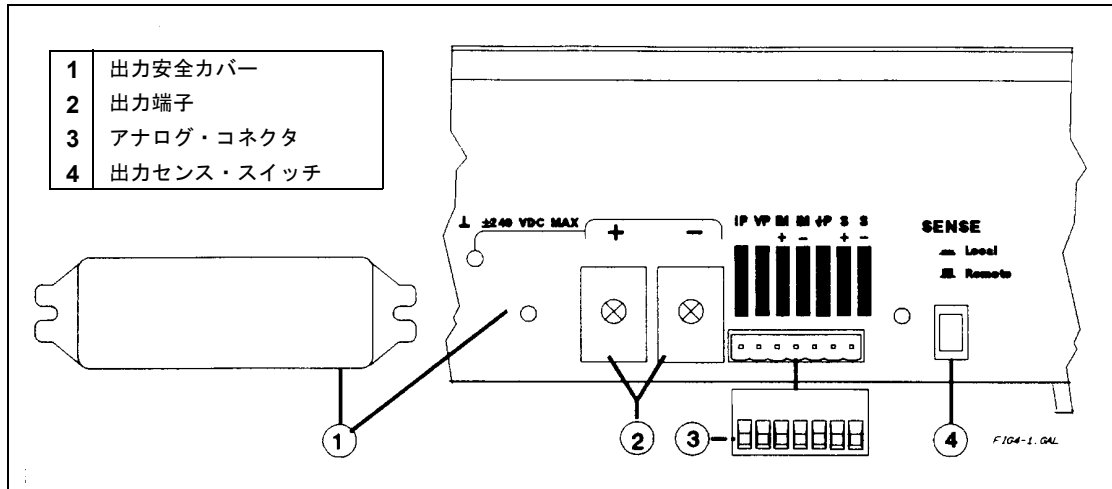
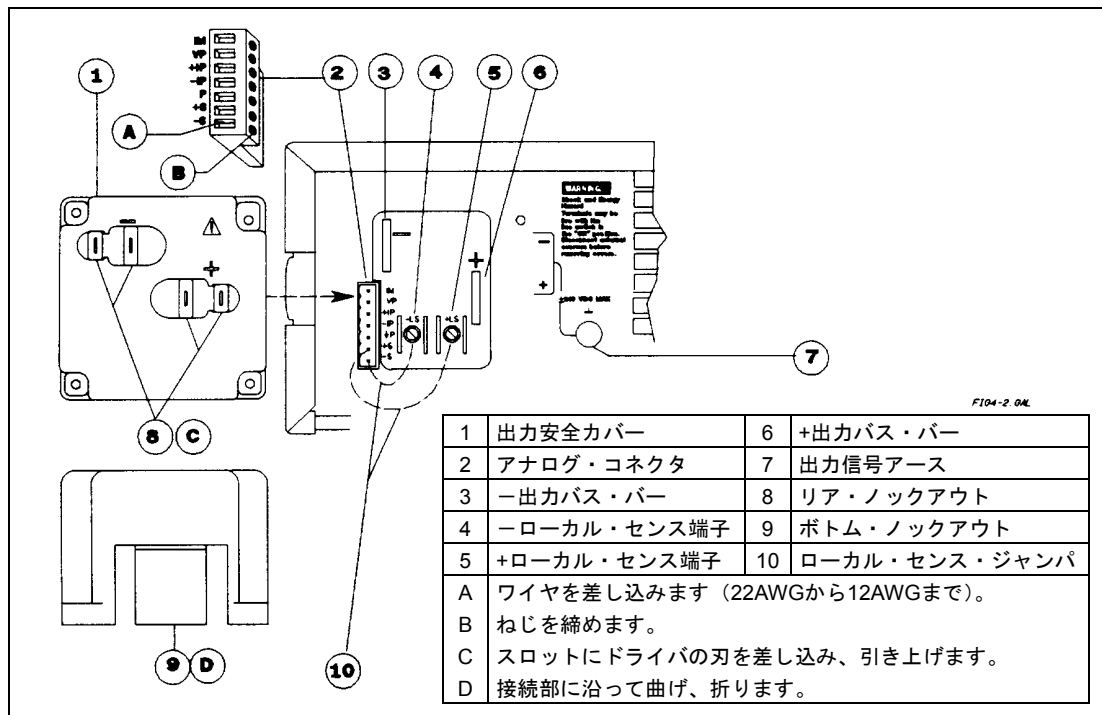

図4-1. シリーズ654xAおよび655xAのリア・パネル接続
図4-2. シリーズ657xAのリア・パネルの接続
+および-の負荷の接続はリア・パネルで行います。機種（図4-1または図4-2参照）により異なりますが、端子かあるいはねじ込み式のバス・バー（+および-）で負荷と本器を接続します。手順は以下のとおりです。
- カバー・ロックアウトを一つ以上取り外し、出力安全カバーに適当な穴をあけます（図4-2参照）。
リア・パネルには取り外しの簡単なプラグの付いた7ピン・アナログ・コネクタ（図4-1または図4-2参照）が取り付けられており、以下の任意接続を行うことができます。
SENSEスイッチ（図4-1参照）を**Local**ポジションに設定することによって、ローカル・センシングを実行できます。本器は、スイッチをこのポジションに設定した状態で出荷されます。
SENSEスイッチ（図4-1参照）を**Remote**ポジションに設定することによってリモート・センシングを実行できます。本器は、スイッチを**Local**ポジションに設定した状態で出荷されます。